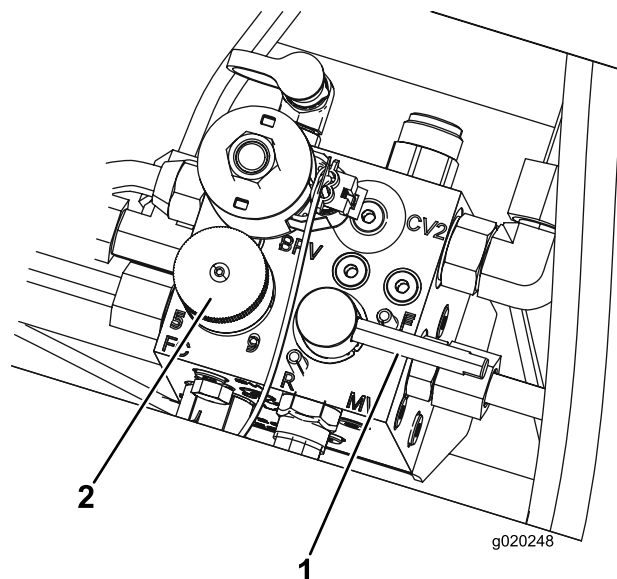

Bild 83
5. Stellen Sie das Bedienelement für die Spindeldrehzahl auf die Stellung 1 (Bild 83).
6. Drehen Sie den Lapphebel in die R-Stellung (Bild 83).